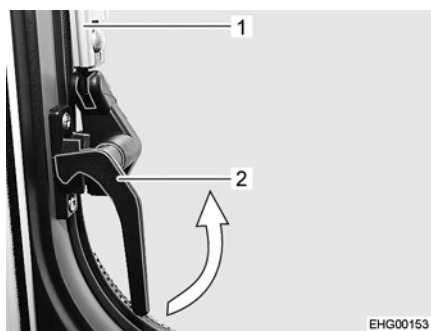

Fig. 25 Leva di serraggio, laterale (posizione "Aperto")
- Ruotare la leva di serraggio laterale (Fig. 25,1) di un quarto di giro verso il telaio della finestra, finché il nasello di chiusura (Fig. 25,2) si innesta.